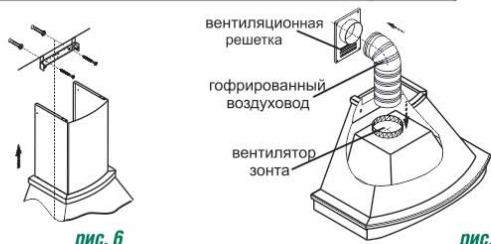

рис. 6
- сделайте отметку по верхнему краю фальштрубы и проведите горизонтальную линию рис. 6 (фальштрубу опустите внутрь зонта);
- приложите кронштейн к стене, как показано на рис. 6. Осевая линия кронштейна должна совпадать с осевой линией зонта, а верхний край с ранее проведенной горизонтальной линией;